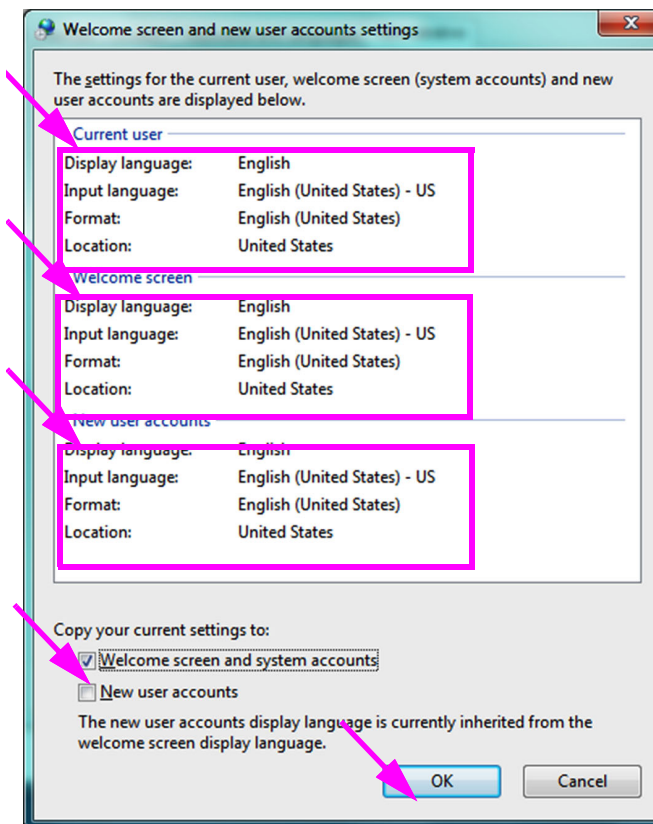

Figura C-17. Pantalla Welcome screen and new user accounts settings (Configuración de pantalla de inicio de sesión y nuevas cuentas de usuario)
8. Aparece la pantalla **Welcome screen and new user accounts settings** (Configuración de pantalla de inicio de sesión y nuevas cuentas de usuario) (consulte la Figura C-17).
9. Compruebe que los campos de **Format (Formato)** coincidan con el idioma seleccionado en el Apartado C.4.1, y que los campos de **Input Language (Idioma de entrada)** coincidan con el idioma seleccionado en el Apartado C.4.2 (consulte la Figura C-17).